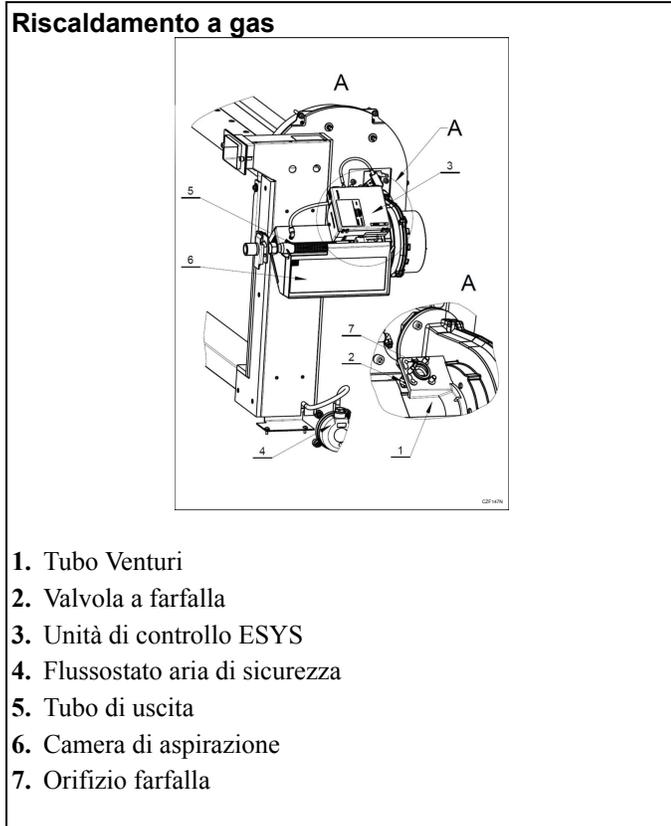

Figura 21
**NOTA:** Per la descrizione delle seguenti didascalie, vedere la *Figura 21*.
- Ciascun tipo individuale di gas e la rispettiva pressione di connessione operativa prevede sempre un'esatta impostazione della valvola a farfalla (2) del tubo di Venturi (1) e una serie di dati / parametri dell'unità di controllo ESYS (3) – fare riferimento a *Figura 21*. Allo stesso tempo, ogni macchina ha un flussostato di sicurezza per aria (4) impostato singolarmente. Questa valvola di sicurezza blocca l'attività del sistema di riscaldamento a gas nel caso in cui la resistenza – max. perdita di pressione sul lato di scarico pz max. fare riferimento a (*Tabella 9*) superi il limite consentito o se è danneggiata.
- Tutte le versioni (GPL) sono dotate dell'orifizio farfalla (7).
- Il metodo di conversione dipende dal tipo di testa Premix, fare riferimento a *Figura 21* , ovvero: esecuzione (N, C, U, H).
- La conversione della macchina è consentita solo mediante sostituzione del cosiddetto kit di conversione che contiene: (fare riferimento a *Figura 21*)
- Tubo di Venturi impostato /regolato e sigillato (1)
- Unità di controllo codificata ESYS (3) con parametri impostati correttamente
- Orifizio farfalla (7) – non è compreso in tutti i kit di conversione
- ASP = Posizione vite di regolazione (Adjustment Screw Position) del tubo di Venturi regolato (2), fare riferimento a *Figura 21*.
### PASSAGGIO AD ALTRO TIPO DI GAS – ESECUZIONE (N, C, U, H), *Figura 21, Figura 3:*